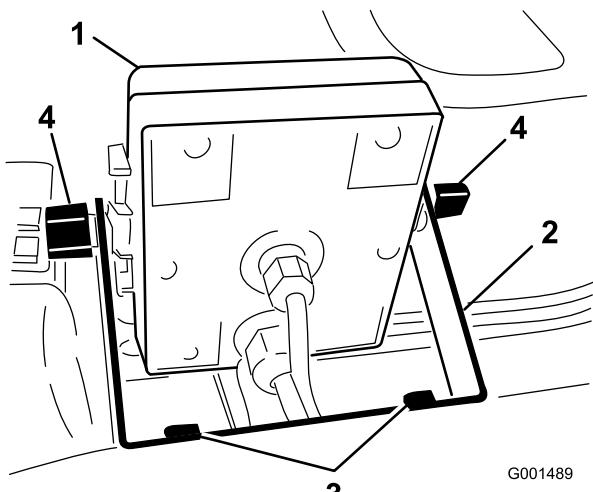
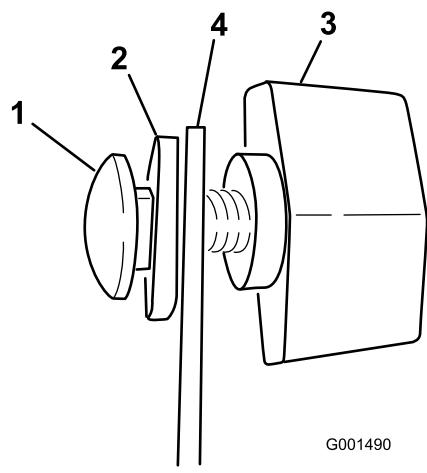

図 5
図 6
2. モニタのブラケットをダッシュボードに取り付ける； フランジ・ヘッド・ボルト (1/4 x 3/4 in) 2本とフランジ・ナット (1/4 in) 2本を使用する(図 5)。
3. キャリッジボルト、ゴム・ワッシャ、ノブ各2個を、図 5および図 6のように仮止めする。
6. ブラケットにスプレー・プロを取り付け(図 5)、ノブで固定する。